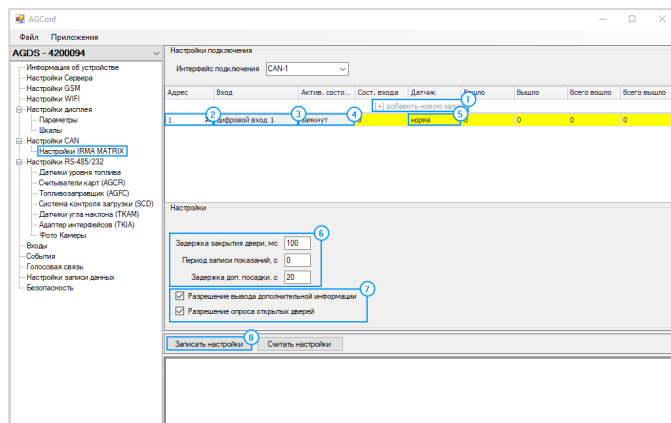

Рис.128. Настройка учёта пассажиропотока
После выбора интерфейса подключения создаётся запись, которая будет содержать параметры, необходимые для работы системы (**Рис.128, п.1**).
- Указать «**Активное состояние входа**» учитывая схему подключения (**Рис.128, п.4**)